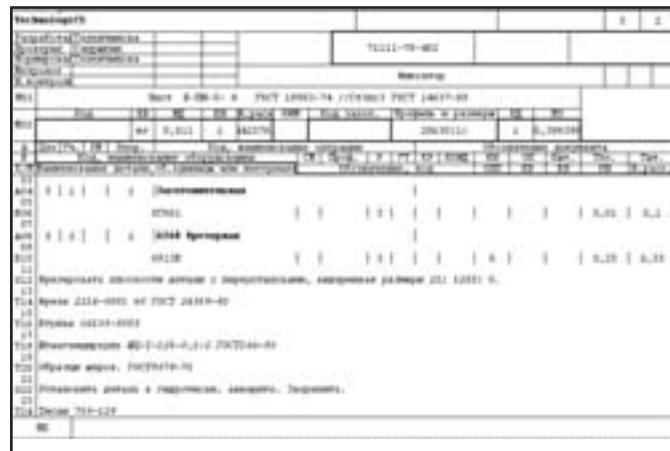

Рис. 2. Техпроцесс с нормами времени. Представление на экране и на бумаге
- отображение дополнительных параметров.** Пользователь может самостоятельно настроить, какие именно параметры технологического процесса в дополнение к имеющейся информации ему нужно отображать на основном экране в режиме проектирования ТП (рис. 2). Так, например, на основном экране можно вывести штучное и подготовительно-заключительное время, режимы обработки, нормы расхода материалов и т.д.;